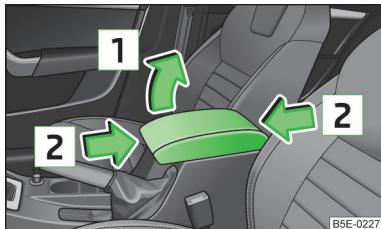

Fig. 52
- Abata primero la tapa hacia abajo y, a continuación, levántela en el sentido de la flecha **[1]** » fig. 52 a una de las 4 posiciones de encastre.
- Mueva la tapa en el sentido de la flecha **[2]** » fig. 52 a la posición deseada.